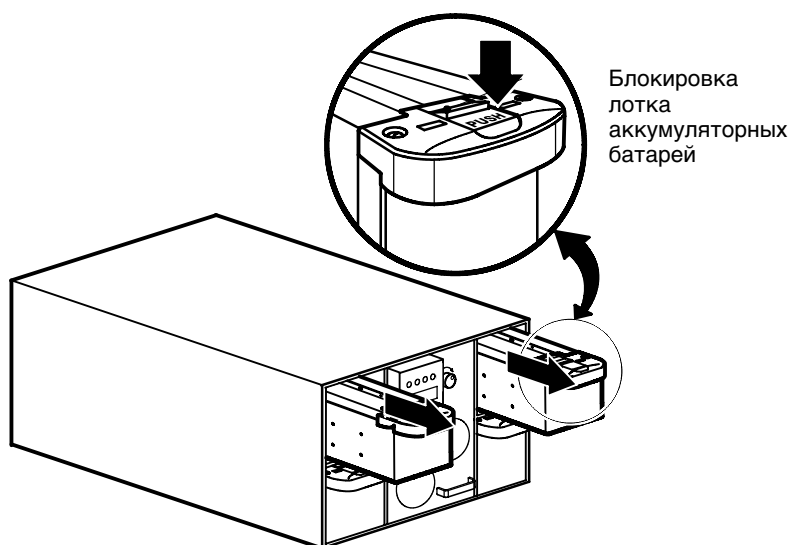

Рисунок 45. Извлечение лотков с батареями
2. Нажмите на замок лотка и удерживайте его, чтобы освободить лоток. Медленно вытяните лоток и установите его на плоскую, устойчивую поверхность; держите лоток двумя руками. См. рис. 45.